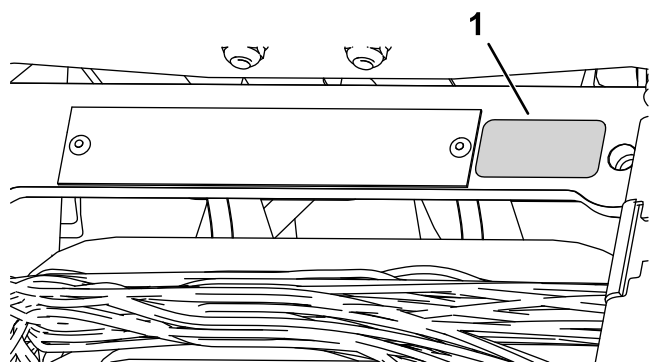

Figura 10
- Instale o adesivo do ano de produção próximo à placa de série (Figura 10).